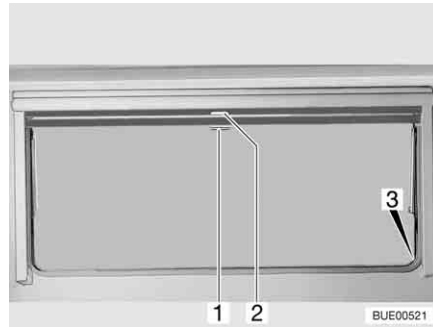

Fig. 106 Finestra apribile
- Tirare verso il basso l'oscurante a rullo accompagnandolo con la maniglia (Fig. 106,2). Quando si chiude completamente l'oscurante a rullo esso va agganciato da entrambi i lati al telaio della finestra nell'apposito elemento di fissaggio (Fig. 106,3).
- Quando l'oscurante a rullo è completamente chiuso: Spingere la maniglia (Fig. 106,2) verso il basso tirandola leggermente verso l'interno. Sganciare l'oscurante a rullo dagli elementi di fissaggio a destra e a sinistra del telaio della finestra.
- Quando l'oscurante a rullo si trova in posizione intermedia: Tirare la maniglia (Fig. 106,2) leggermente verso il basso finché l'elemento di fissaggio non si è sganciato.
- Tirare la maniglia (Fig. 106,1) della zanzariera a rullo verso il basso e agganciarla all'elemento di fissaggio (Fig. 106,3) su entrambi i lati del telaio della finestra.
- Spingere la maniglia (Fig. 106,1) verso il basso tirandola leggermente verso l'interno. Sganciare la zanzariera a rullo dagli elementi di fissaggio a destra e a sinistra del telaio della finestra.